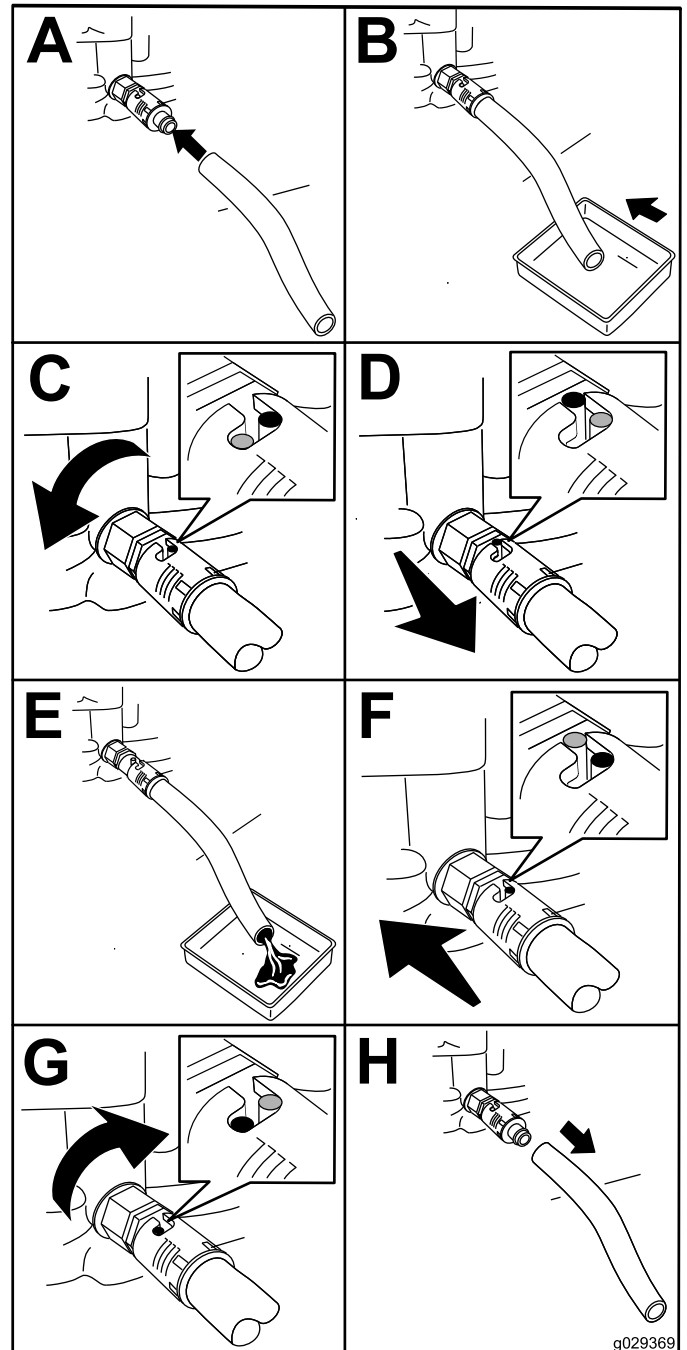

Figure 22
2. Vidangez l'huile moteur (Figure 22).